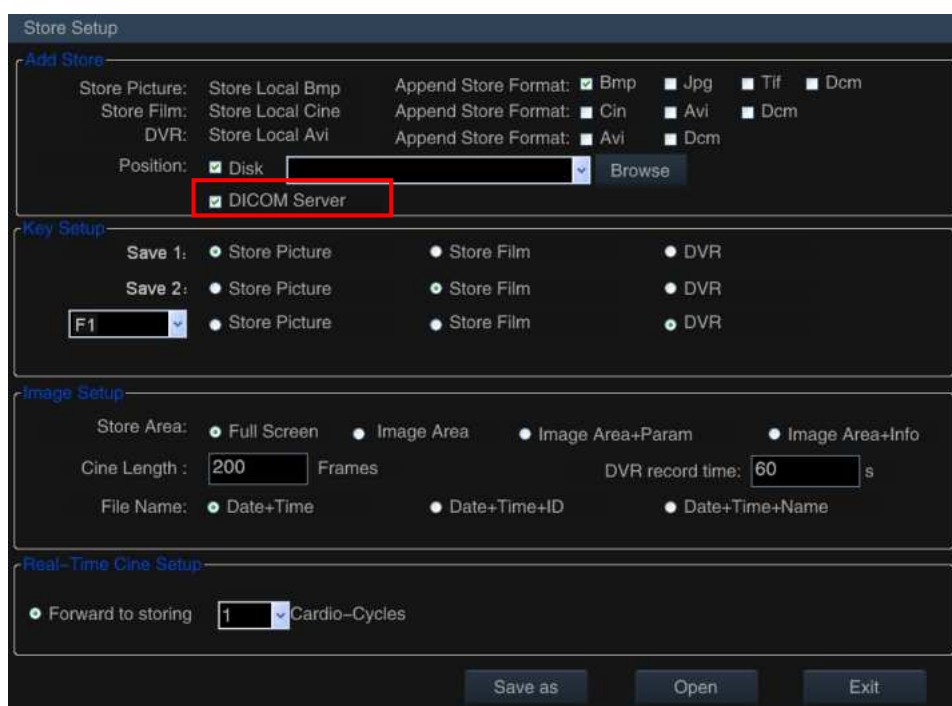

Fig. D-13 Tela de Configuração de Armazenamento
- 2) Selecione **DICOM Server**, como mostrado na Fig. D-13. Após a configuração, quando apertar o botão **SAVE1** ou **SAVE2**, a imagem será salva no disco rígido local, entretanto uma imagem DICOM de quadro único é enviada para o servidor DICOM.